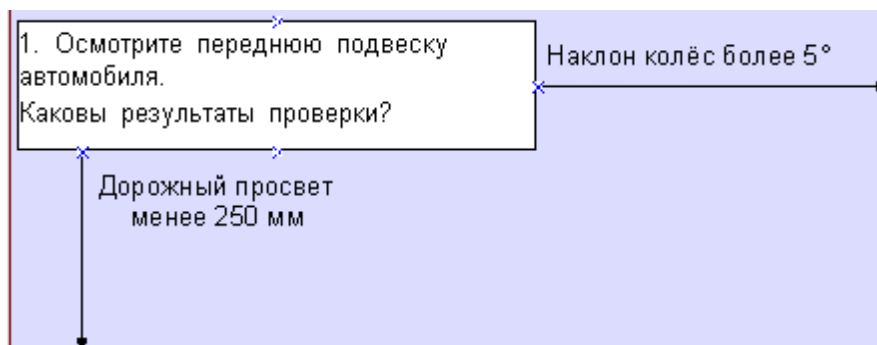

Рисунок 872
- 6) Отредактируйте все ответы на вопрос (рисунок 872).